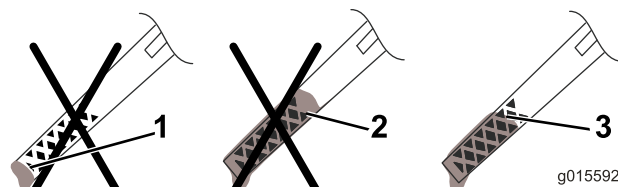

Рисунок 12
5. Выньте щуп для замера уровня масла и проверьте уровень масла по щупу (Рисунок 12).